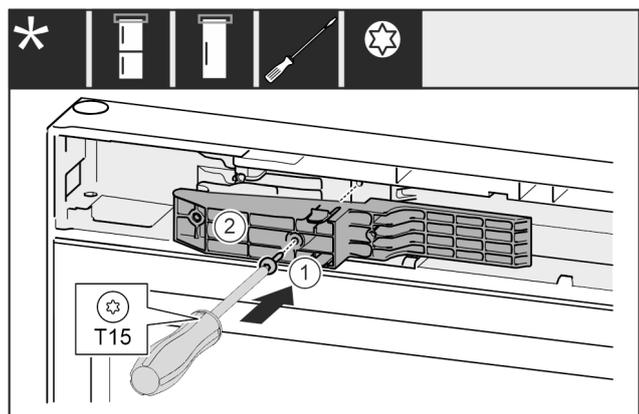

Fig. 50*
- ▶ Inserire l'adattatore Fig. 50 (1) nel vano sul lato della maniglia.*
- ▶ Stringere la vite Fig. 50 (2) con un cacciavite.*